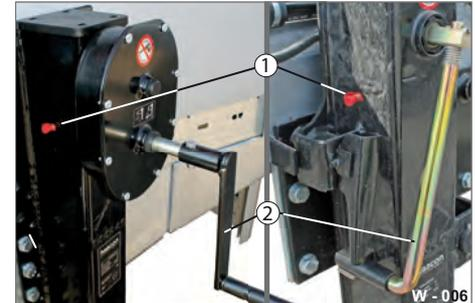

Abb. 6 Getriebestützwinde / Schwenkstütze
- ▶ Fuß der Stützwinde mit der Kurbel (Abb. 6/2) komplett ausfahren.
- ▶ Kappe vom Schmiernippel (Abb. 6/1) entfernen.